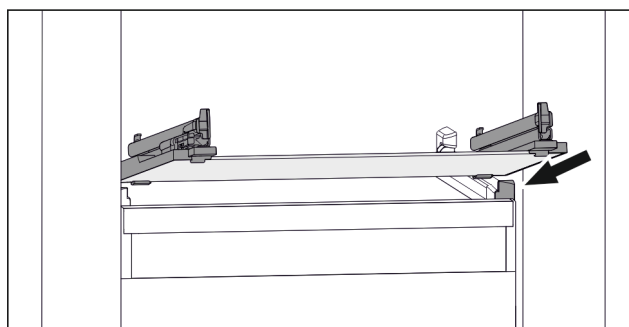

Fig. 138 Rappresentazione esemplificativa del ripiano in vetro
- ▶ Applicare il ripiano in vetro obliquamente dietro i fermi. (vedere Fig. 138)